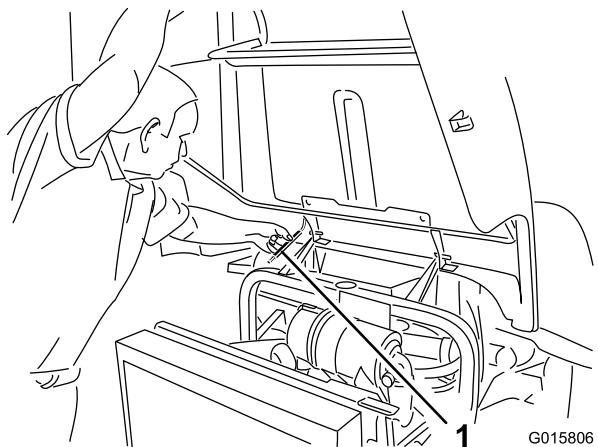

Figura 31
2. Levante el capó hasta que la varilla pueda colocarse detrás del tubo del bastidor (Figura 31).